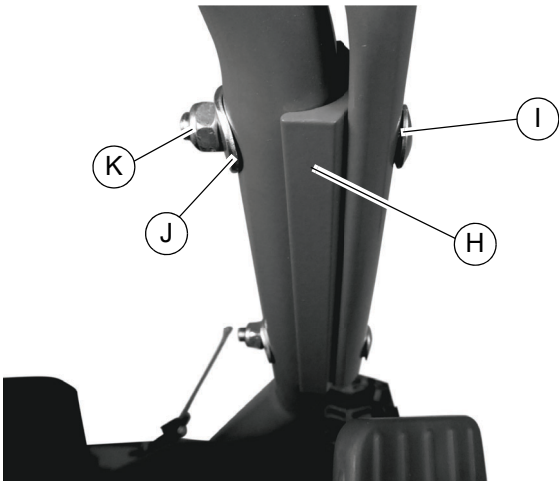

Figura 2-7. Conjunto de placa adaptadora
- Consulte la Figura 2-7. Coloque las placas adaptadoras (H) entre los conjuntos de manillar superior e inferior y fíjelas con pernos M8 x 55, arandelas 8 x 22 x 2 (J) y contratuercas M8 (K) con una llave de 13 mm.